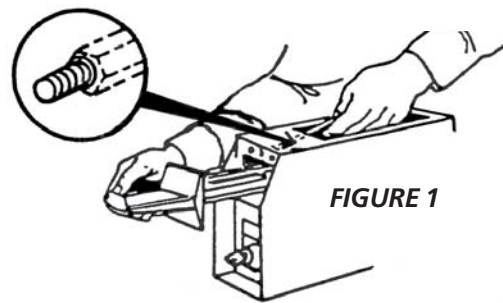

FIGURE 1
Démontez le mécanisme de glissière du boîtier du compteur (Voir Figure 1)
2. Démontez la porte de service du boîtier du compteur. (Fig. 1)